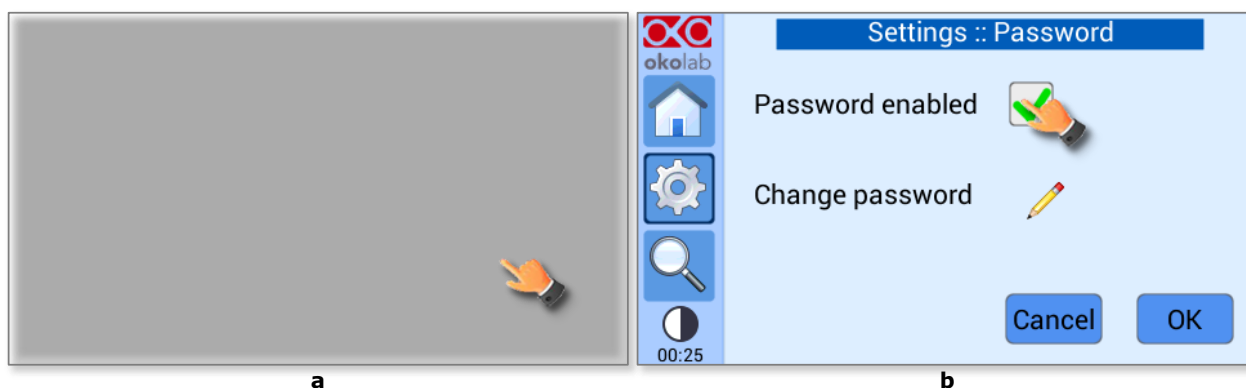

Figura 70. Contraseña. (a) Menú de Configuración de contraseña; (b) Subpágina de contraseña
- 1 Pulse el icono de *Contraseña* , consulte la figura 70(a).
- 2 Marque la opción *Contraseña habilitada*, como se muestra en la figura 70(b).